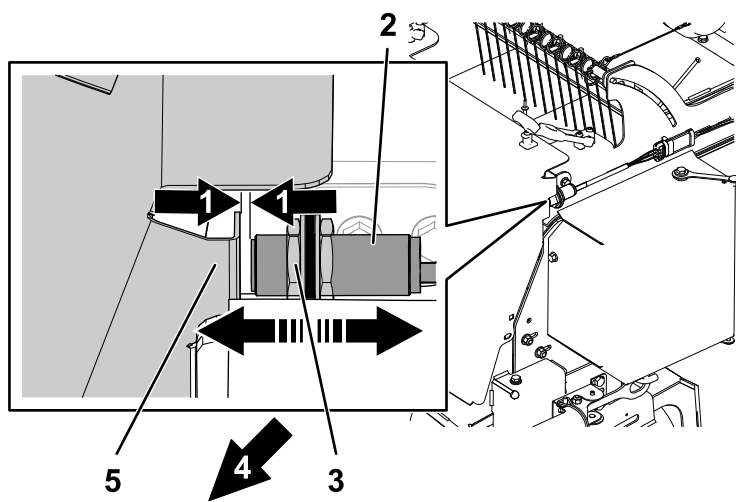

Figura 10
- Ajuste la distancia entre el sensor y la puerta de la tolva a 3 mm, como se muestra en la **Figura 10**, usando las tuercas de ajuste. La distancia no debe ser superior a 6 mm.